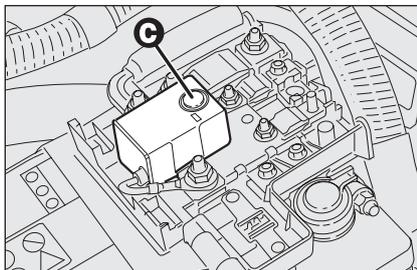

fig. 55
- premere il pulsante **C-fig. 55** per riattivare l'interruttore alimentazione elettrica.